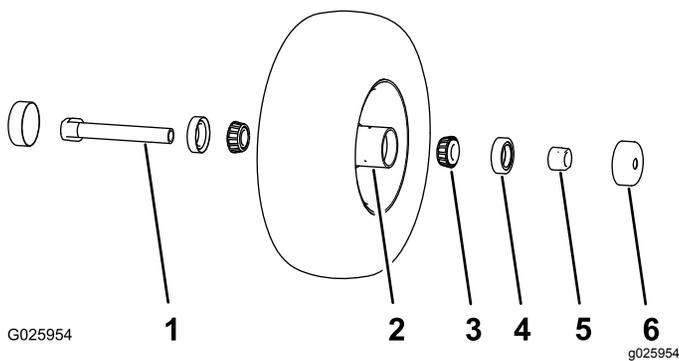

Figura 34
1. Retire los 2 protectores de los retenes del buje de la rueda (Figura 34).
2. Retire 1 de las tuercas espaciadoras del eje de la rueda giratoria (Figura 34).
**Nota:** Observe que las tuercas espaciadoras llevan adhesivo de roscas para pegarlas al eje (Figura 34).
3. Retire el eje (con la otra tuerca espaciadora aún montada en el mismo) del conjunto de la rueda giratoria (Figura 34).
4. Haga palanca para extraer las dos juntas de cojinete (Figura 34).
5. Retire ambos cojinetes e inspecciónelos en busca de desgaste o daños (Figura 34).
1. Introduzca un cojinete en el buje de la rueda (Figura 34).
2. Introduzca el retén del cojinete en el buje en el cojinete (Figura 34).
- C. Enrosque la tuerca del eje, con los segmentos planos para llave inglesa hacia fuera, en el extremo del eje que está preparado con el adhesivo de roscas (Figura 34).
4. Introduzca el eje con la tuerca montada en él en la rueda, en el lado que contiene el retén nuevo y el cojinete (Figura 34).
6. Introduzca el otro cojinete y un retén nuevo en la rueda (Figura 34).
9. Instale los protectores de los retenes sobre el buje de la rueda (Figura 34).